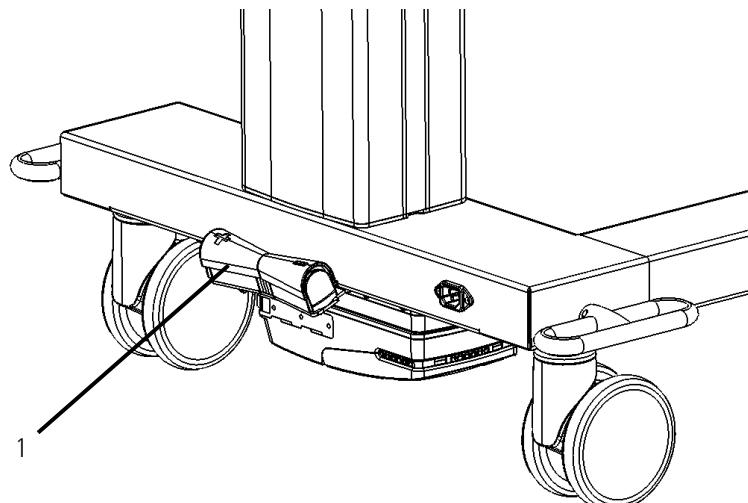

Abbildung 2
Fusstaster: Drücken sie auf die oder Taste (1) und die Liegefläche fährt AUF bzw. AB. Abb.2